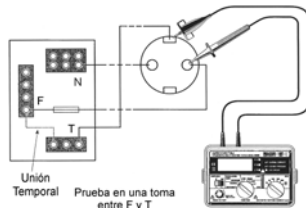

Fig 3
3. Conecte los cables de prueba al circuito a medir (vea Fig.3) ASEGÚRESE PRIMERO QUE EL CIRCUITO ESTÁ DESCONECTADO. Si observa que el LED de CIRCUITO ACTIVO está iluminado es por que el circuito está conectado – de todas formas, compruébelo antes.